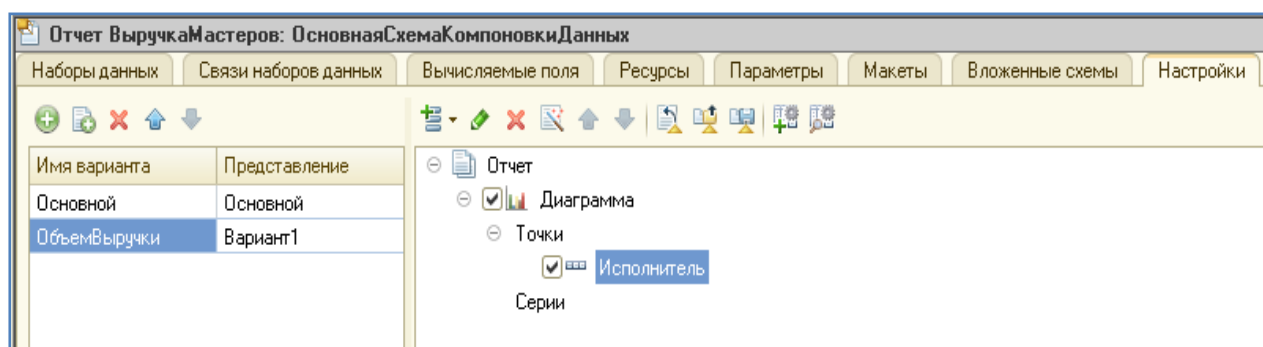

Рис. 54. Настройка отчета
1. В режиме конфигуратора открыть схему компоновки данных отчета ВыручкаМастеров на закладке Настройки (рис. 54).